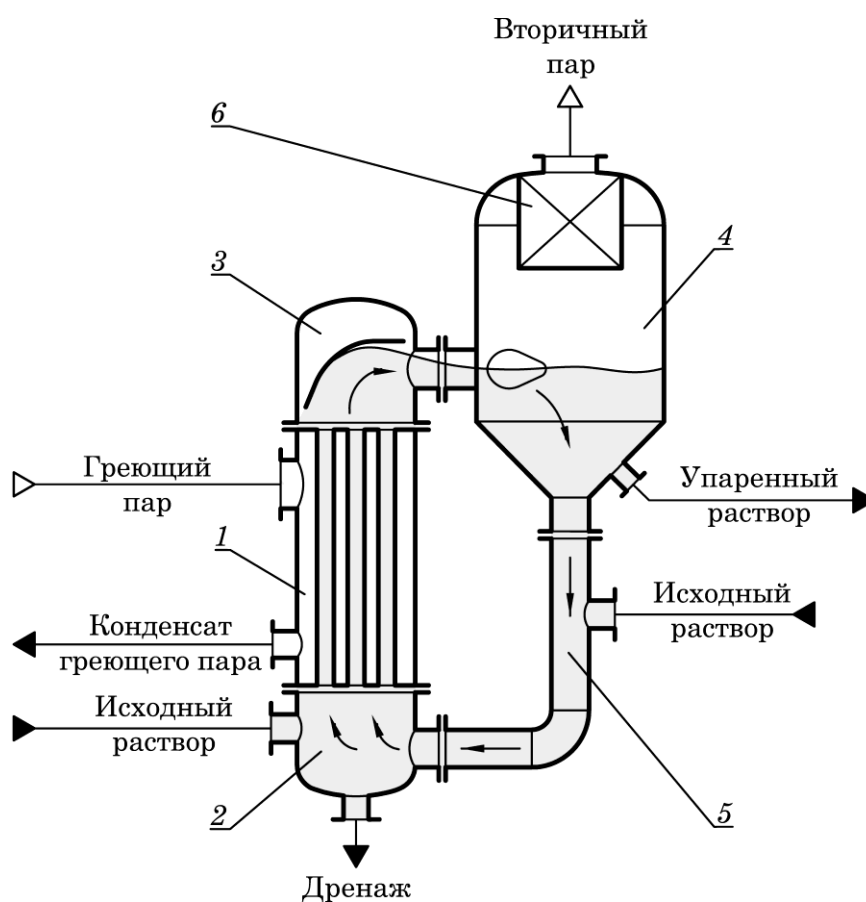

Рис. 15.7 – Выпарной аппарат с вынесенной греющей камерой:
**Выпарной аппарат с вынесенной греющей камерой** (рис. 15.7). Аппарат имеет кипяtilьные трубы высотой до 7 м и работает при более интенсивной естественной циркуляции раствора. Выносная греющая камера 1 легко отделяется от корпуса аппарата, что облегчает и ускоряет ее чистку и ремонт.